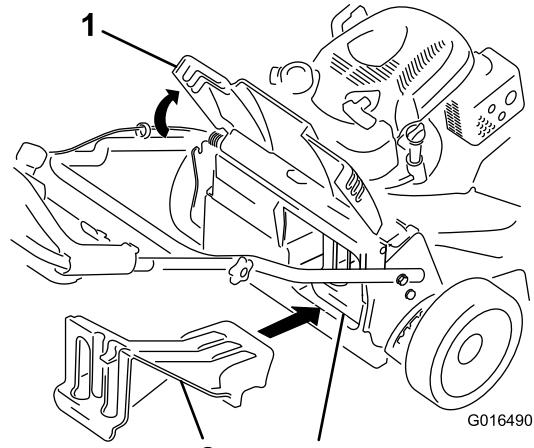

Figura 26
- Se o bujão de descarga traseira não estiver instalado, agarre-o pela pega, elevando o defletor traseiro e insira-o na calha de descarga traseira até que encaixe no sítio; consulte Figura 26.
Importante: Certifique-se de que o bujão de descarga traseiro está no lugar antes de reciclar as aparas de relva (Figura 26).